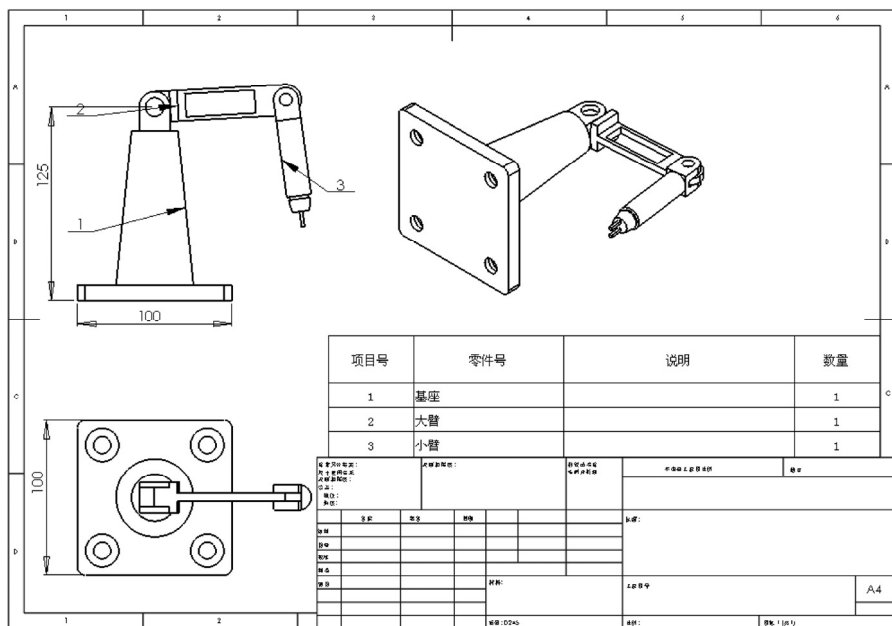

图 12-83 标注尺寸
9) 创建装配必要的尺寸, 选择菜单栏中的“工具”→“标注尺寸”→“智能尺寸”命令, 或者单击“注解”控制面板中的 (智能尺寸) 按钮, 标注视图中的尺寸, 最终得到的结果如图 12-83 所示。